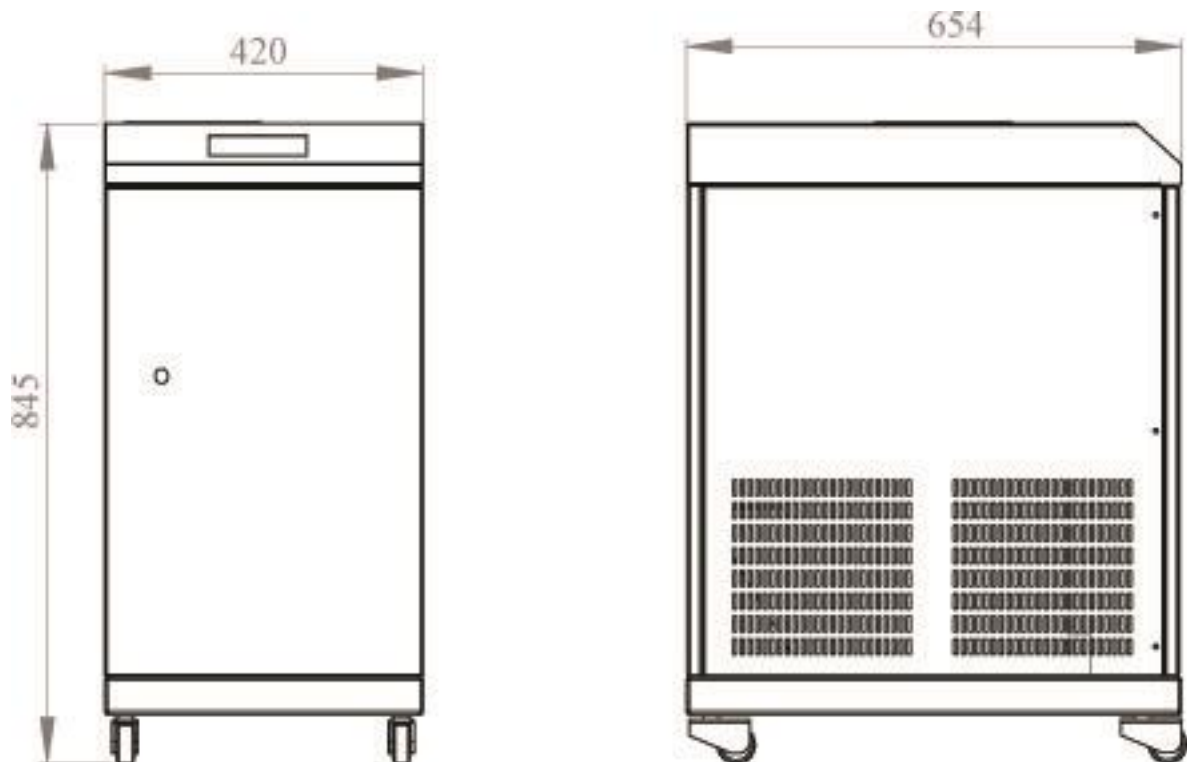

Рис.1. Габаритные и присоединительные размеры инвертора
- 4.24. Габаритные и установочные размеры инвертора приведены на рис. 1.
- 8.2. Габаритные и присоединительные размеры инвертора приведены на рис. 1.